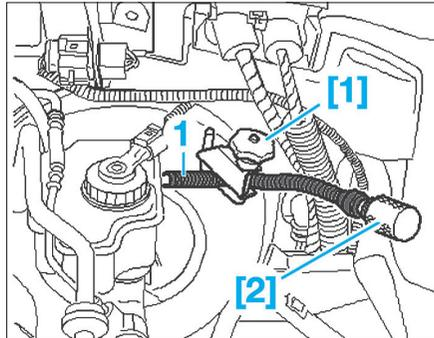

FIG. 13
- A l'aide de l'outil [1], pincer la durit comme illustré (Fig.13).